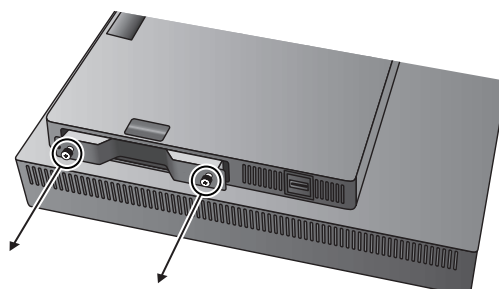

Figura G.3
4. Estrarre l'unità interfaccia DisplayPort utilizzando le viti zigrinate (**Figura G.3**).